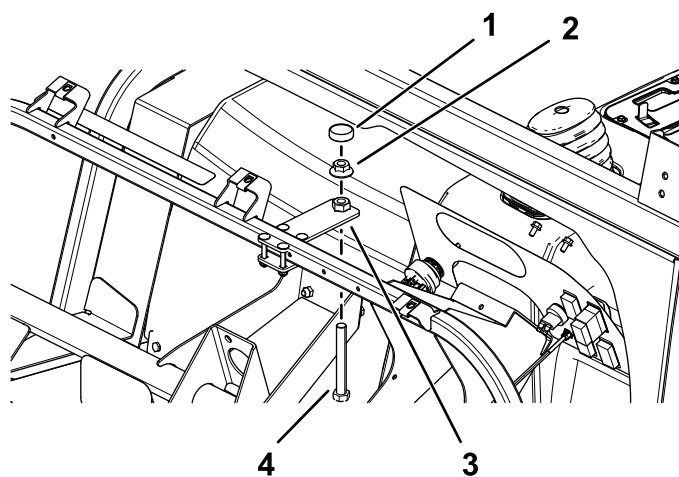

Figura 37
3. Instale el perno prisionero ($\frac{1}{2}$ " x 4"), la tuerca con arandela prensada ($\frac{1}{2}$ ") y la placa de tope en la chapa de ajuste (Figura 37).